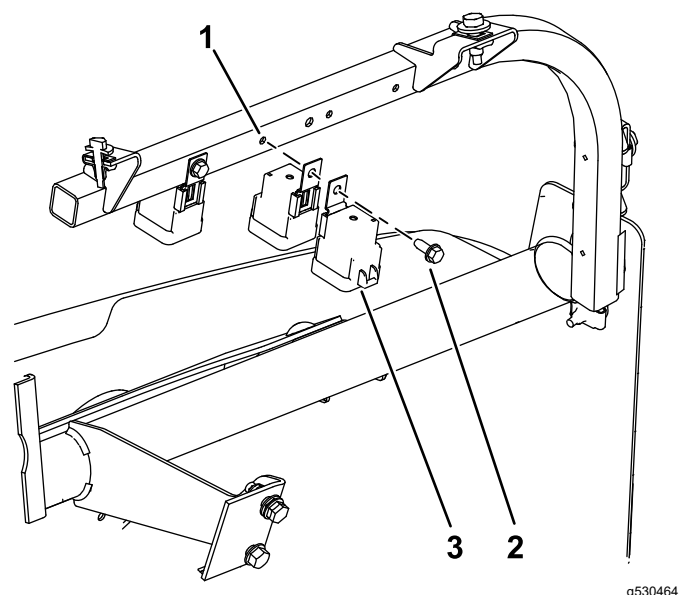

図 15
2. リレー 2 個を背中合わせにする図 15。
3. 2個のリレーををダッシュサポートチューブの左側に事前に開けられた穴にボルト (1/4 x 5/8") で締め付ける (図 15)。